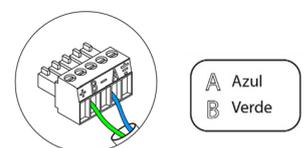

Fig. 19
Para la conexión al bus de conexión Airzone de la central (4) dispone de 1 borna de 5 pines. Fije los cables con los tornillos de la borna respetando el código de colores (Fig. 19).